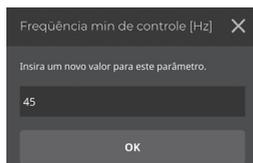

Figura 18 - Parâmetro *Frequência min de controle*
9. No parâmetro *Frequência min de controle*, insira o valor da frequência desejada, o qual deverá ser ligeiramente maior que a frequência de referência em Hz e pressione OK, conforme Figura 18. Exemplo: A frequência sem demanda de água estabiliza-se em 42.5Hz (frequência de referência), a frequência a ser ajustada para o modo repouso (*frequência min de controle*) é 43Hz.